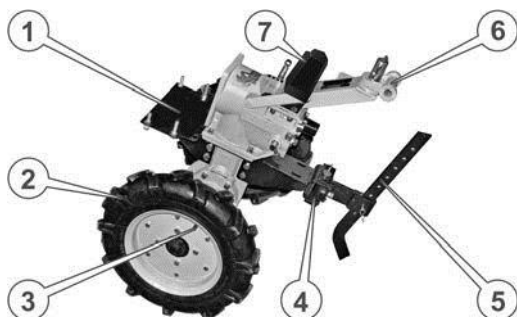

Рисунок 6. – Сстійке положення мотоблока на сошнику
7. Поставити центральний вузол на колеса, утримуючи його від падіння вперед або назад. Встановити в причіпну цапфу регулятор глибини обробки ґрунту, зафіксувати його пальцем і шплінтом, підняти регулятор у крайнє верхнє положення й обперти на нього мотоблок, який Ви складаєте (див. рисунок 6.)
9. Вставити тягу (2) (див. рисунок 6.) відкидної передньої опори в отвір кронштейна (1), який розташований на правій (у напрямку руху мотоблока) стороні редуктора, пропустити її під тягою (3) механізму блокування правої півосі та під задньою балкою (4) кріплення двигуна.